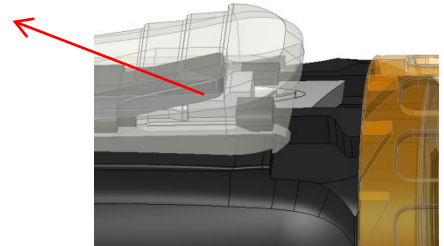

图 3
- 1、用专用工具（没有时可用刀头宽度 $\leq 2.5$ 的一字螺丝刀代替）往上顶按键下方的锁止装置，接着感受到明显卡顿，说明锁止装置向上移动至内部过盈位并卡住位置（图 3）；